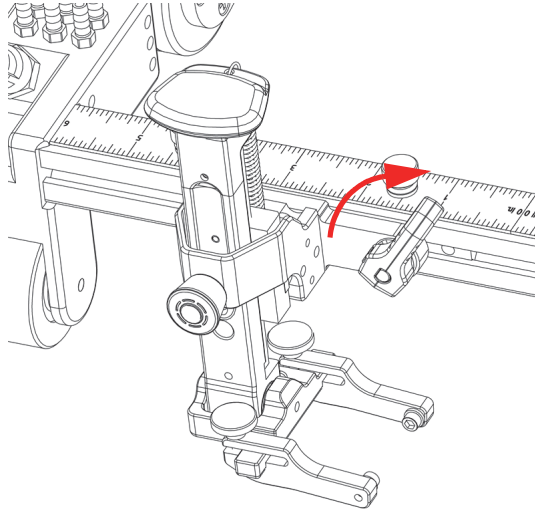

Abbildung 2-13 Sensorhalter arretiert
4. Drehen Sie den Positionshebel im Uhrzeigersinn, um den Sensorhalter zu arretieren (Abbildung 2-13 auf Seite 45).